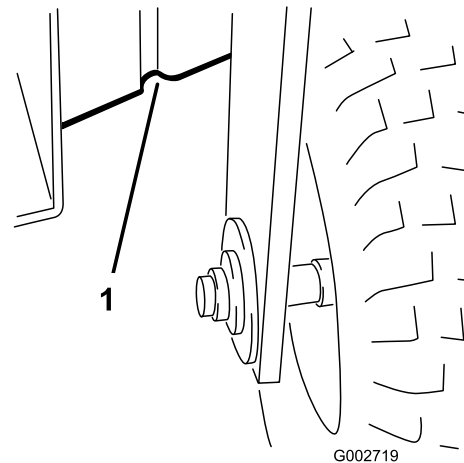

Figura 22
- Delante – debajo del bastidor, detrás de la rueda delantera (**Figura 22**).